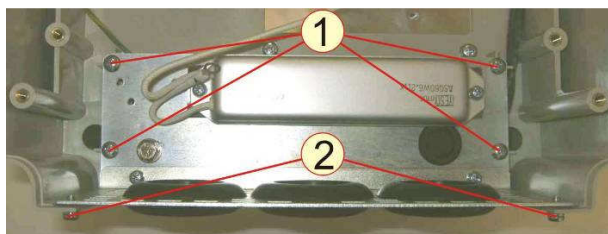

Рис.7.19
7.11.2 Установить панель в корпус, вкрутить четыре самонарезающих винта 1 и два винта 2 (рис.7.19).